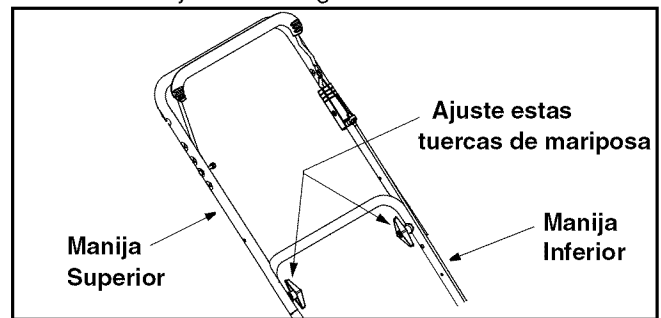

Figura 2
- Apriete las dos tuercas de mariposa que ya están en la manija. Vea la Figura 2 .